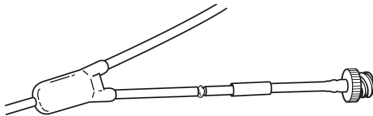

Fig. 13
4. Aplicar adhesivo a la unión (Fig. 13).